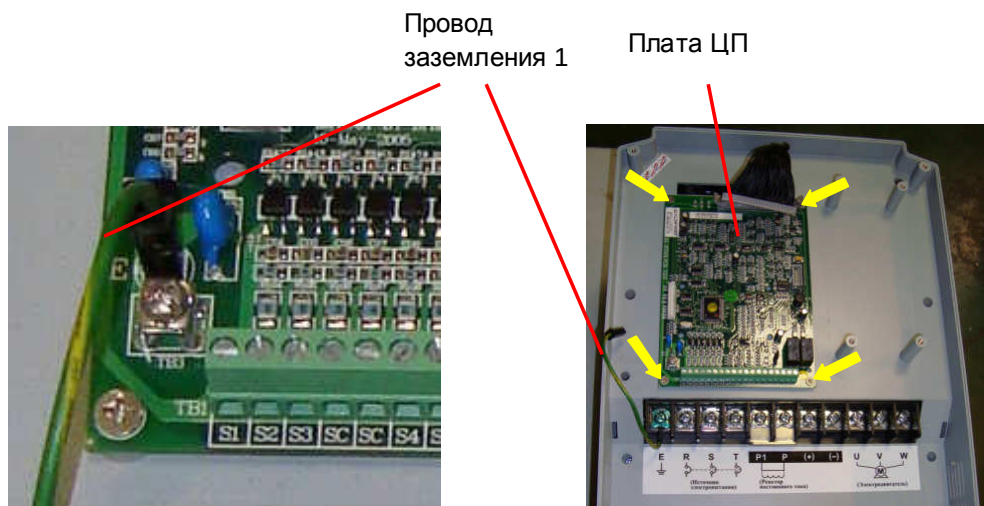

Рис. 7.21
7.12.1. Установить плату ЦП и прикрутить ее четырьмя винтами (рис. 7.21, желтые стрелки).
7.12.2. Подсоединить провод заземления 1 к контакту Е на плате ЦП (рис. 7.21).